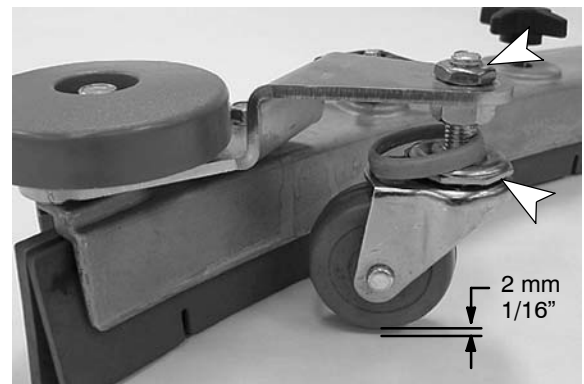

FIG. 53
1. Pour vérifier le bon réglage du bloc de racloir, retirez le bloc de racloir de la machine et placez-le sur une surface égale. Mesurez la distance entre la roulette et la surface. Cette distance doit être environ 2 mm (Figure 53).
2. Pour régler la hauteur de roulette, desserrez l'écrou supérieur et retirez le carter en plastique du roulement pour accéder à l'écrou de réglage. Tournez l'écrou de réglage jusqu'à ce que vous obteniez le bon réglage (Figure 53). Après le réglage, resserrez l'écrou supérieur et replacez le carter en plastique du roulement. Répétez l'opération pour l'autre roulette.